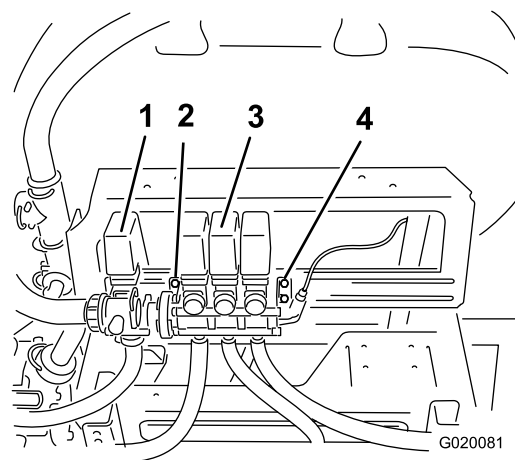
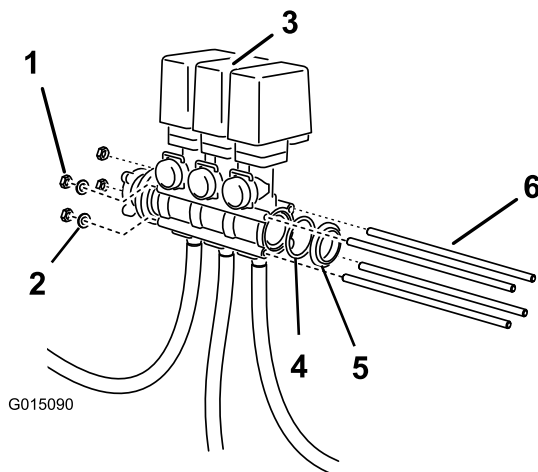

Bild 4
Bild 6
1. Lösen Sie die Schrauben (nicht abnehmen), mit denen das Auslegerventil an der rechten Befestigungshalterung befestigt ist (Bild 4).
8. Stecken Sie die Gewindestangen durch die Löcher in den Ventilgehäusen der Auslegersicherheitsventile, und stecken Sie die zwei Stangen, die der Befestigungsschiene am nächsten sind, durch die linke Befestigungshalterung (Bild 4 und Bild 6).